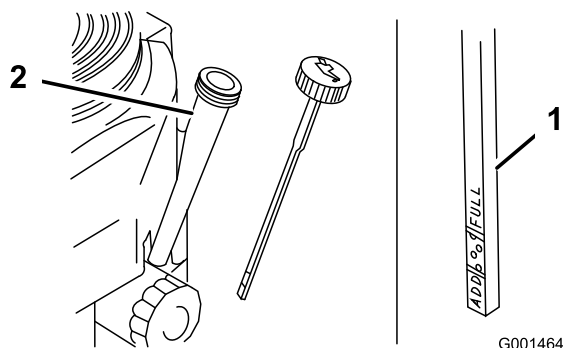

Figura 17
3. Limpie alrededor de la varilla de aceite (Figura 17).
4. Retire la varilla de aceite y limpie el extremo (Figura 17).
5. Introduzca la varilla a fondo en el tubo de la varilla sin enroscarla en el cuello de llenado (Figura 17).
6. Retire la varilla y observe el extremo. El nivel de aceite debe estar entre las marcas Add (Añadir) y Full (Lleno) (Figura 17).